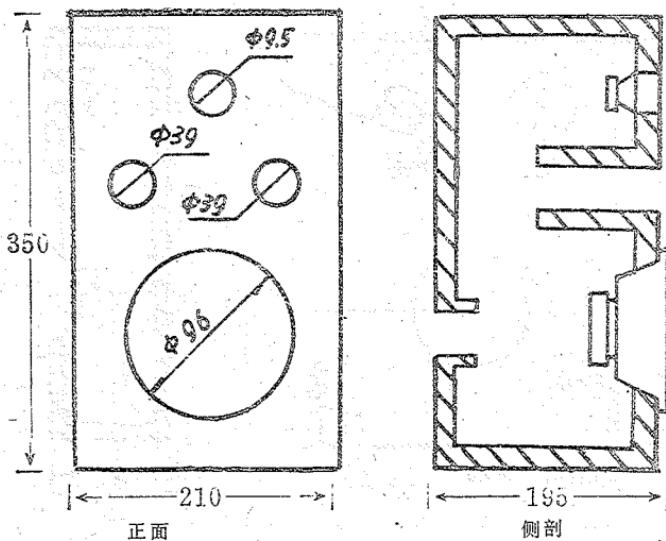

图2 YZX 5—1型音箱
1. 小型高保真音箱 型号：YZ X 5—1。尺寸如图2所示。